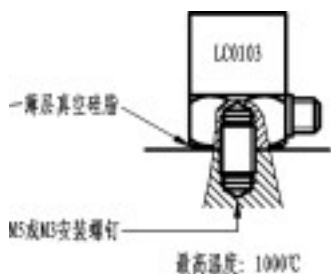
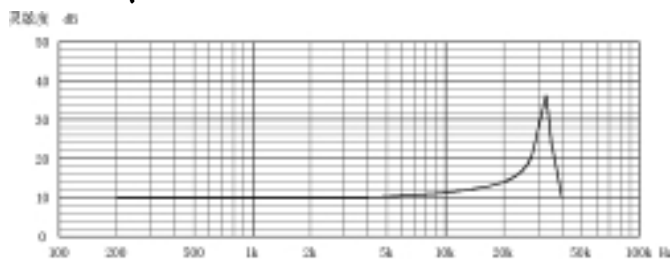

图 4 螺钉安装示意图
图 5 螺钉安装频响曲线图
(1)螺钉安装：安装螺孔轴线与测试方向要一致，螺纹孔深度不可过浅，以免安装螺钉过分拧入传感器造成基座弯曲而影响灵敏度。每只压电加速度传感器出厂时都配有一只钢制安装螺钉 M5 或 M3，用它将加速度传感器和被测试物体固定即可。M5 安装螺钉推荐安装力矩 20kgf.cm，M3 安装螺钉推荐安装力矩 6kgf.cm。安装后传感器与安装面应紧密贴实，不应有缝隙。螺钉安装示意图及频响曲线图如图 4、图 5 所示。